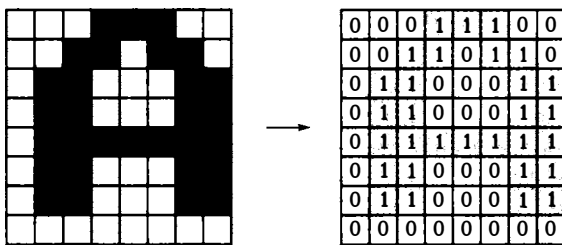

Рис. 4.22. Схема представления символа «А» в текстовом режиме в матрице 9×16 и ячейке знакогенератора
*Изображение символа в пределах каждого знакоместа задается точечной матрицей (*Dot Matrix*). Размер матрицы зависит от типа видеоадаптера и текущего видеорежима. Чем больше точек используется для отображения символа, тем выше качество изображения и лучше читается текст. Точки матрицы, формирующие изображение символа, называются передним планом, остальные — задним планом, или фоном. На рис. 4.22 показана символьная матрица 8×8 пикселов. Допустив, что темной*